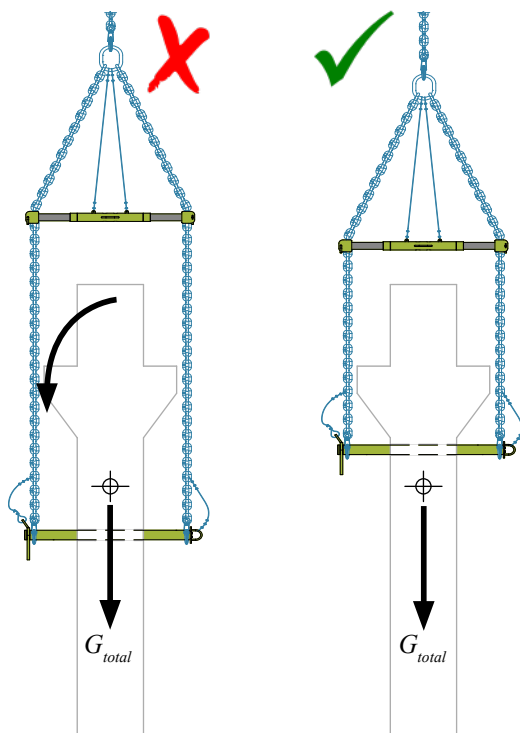
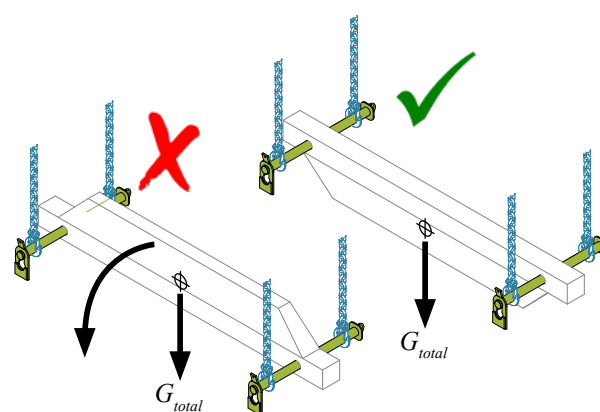

Figura 28. Posizionamento del punto di sollevamento rispetto al baricentro del pilastro.
Figura 29. Posizionamento del punto di sollevamento rispetto al baricentro di una trave.
- Individuare la posizione del baricentro dell'elemento prefabbricato. Per assicurare la stabilità durante il sollevamento, il perno di sollevamento deve essere inserito al di sopra del baricentro dell'elemento sollevato (Figura 28; Figura 29). Ciò garantisce che l'elemento prefabbricato non si rovesci durante la fase di sollevamento.